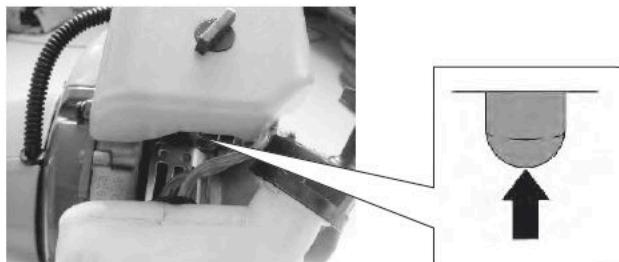

рис. 11
3. Подкачайте топливо нажав несколько раз на подсос пока топливо не потечет по прозрачной топливопроводной трубке. Рис. 11.